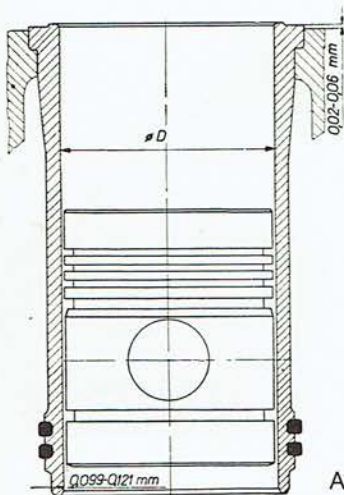

Abb. 77
2. Auf die Laufbuchse ist eine Gummidichtung aufzuziehen (Abb. 77). Achtung, dass die Dichtung nicht verdreht wird.
4. Das richtige Übermass der Zylinderlaufbuchse (0,02—0,06 mm — Abb. 77) ist zu überprüfen.